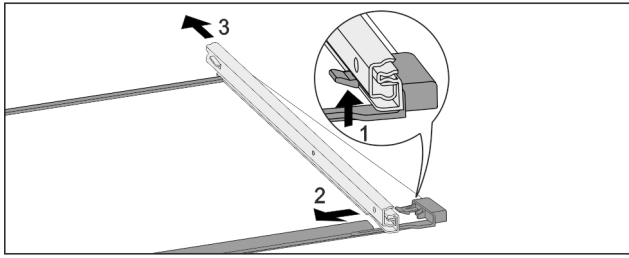

Fig. 173 Placa de vidrio con guías
- ▶ Presione hacia arriba el gancho de retención delantero. Fig. 173 (1)
- ▶ Retire la guía extraíble hacia un lado Fig. 173 (2) y hacia atrás Fig. 173 (3).